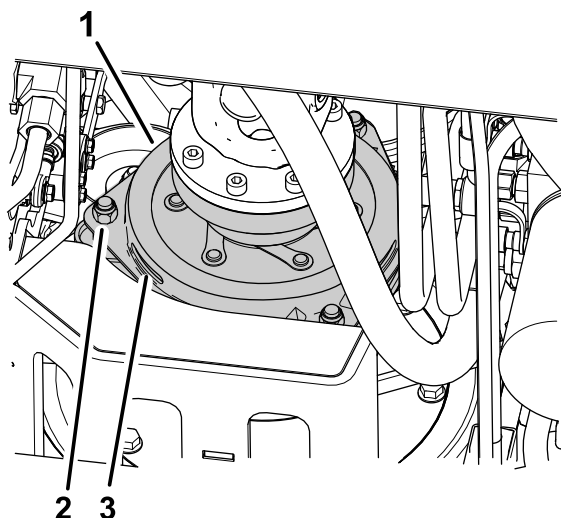

Figure 80
3. Réglez l'entrefer de façon à pouvoir passer une jauge d'épaisseur de 0,3 mm entre la garniture d'embrayage et la plaque de frottement en poussant légèrement (Figure 80).
Remarque: Pour diminuer l'entrefer, tournez les écrous de réglage dans le sens horaire (Figure 80). L'entrefer ne doit pas dépasser 0,6 mm. Réglez les 3 entrefers à 0,4 mm.